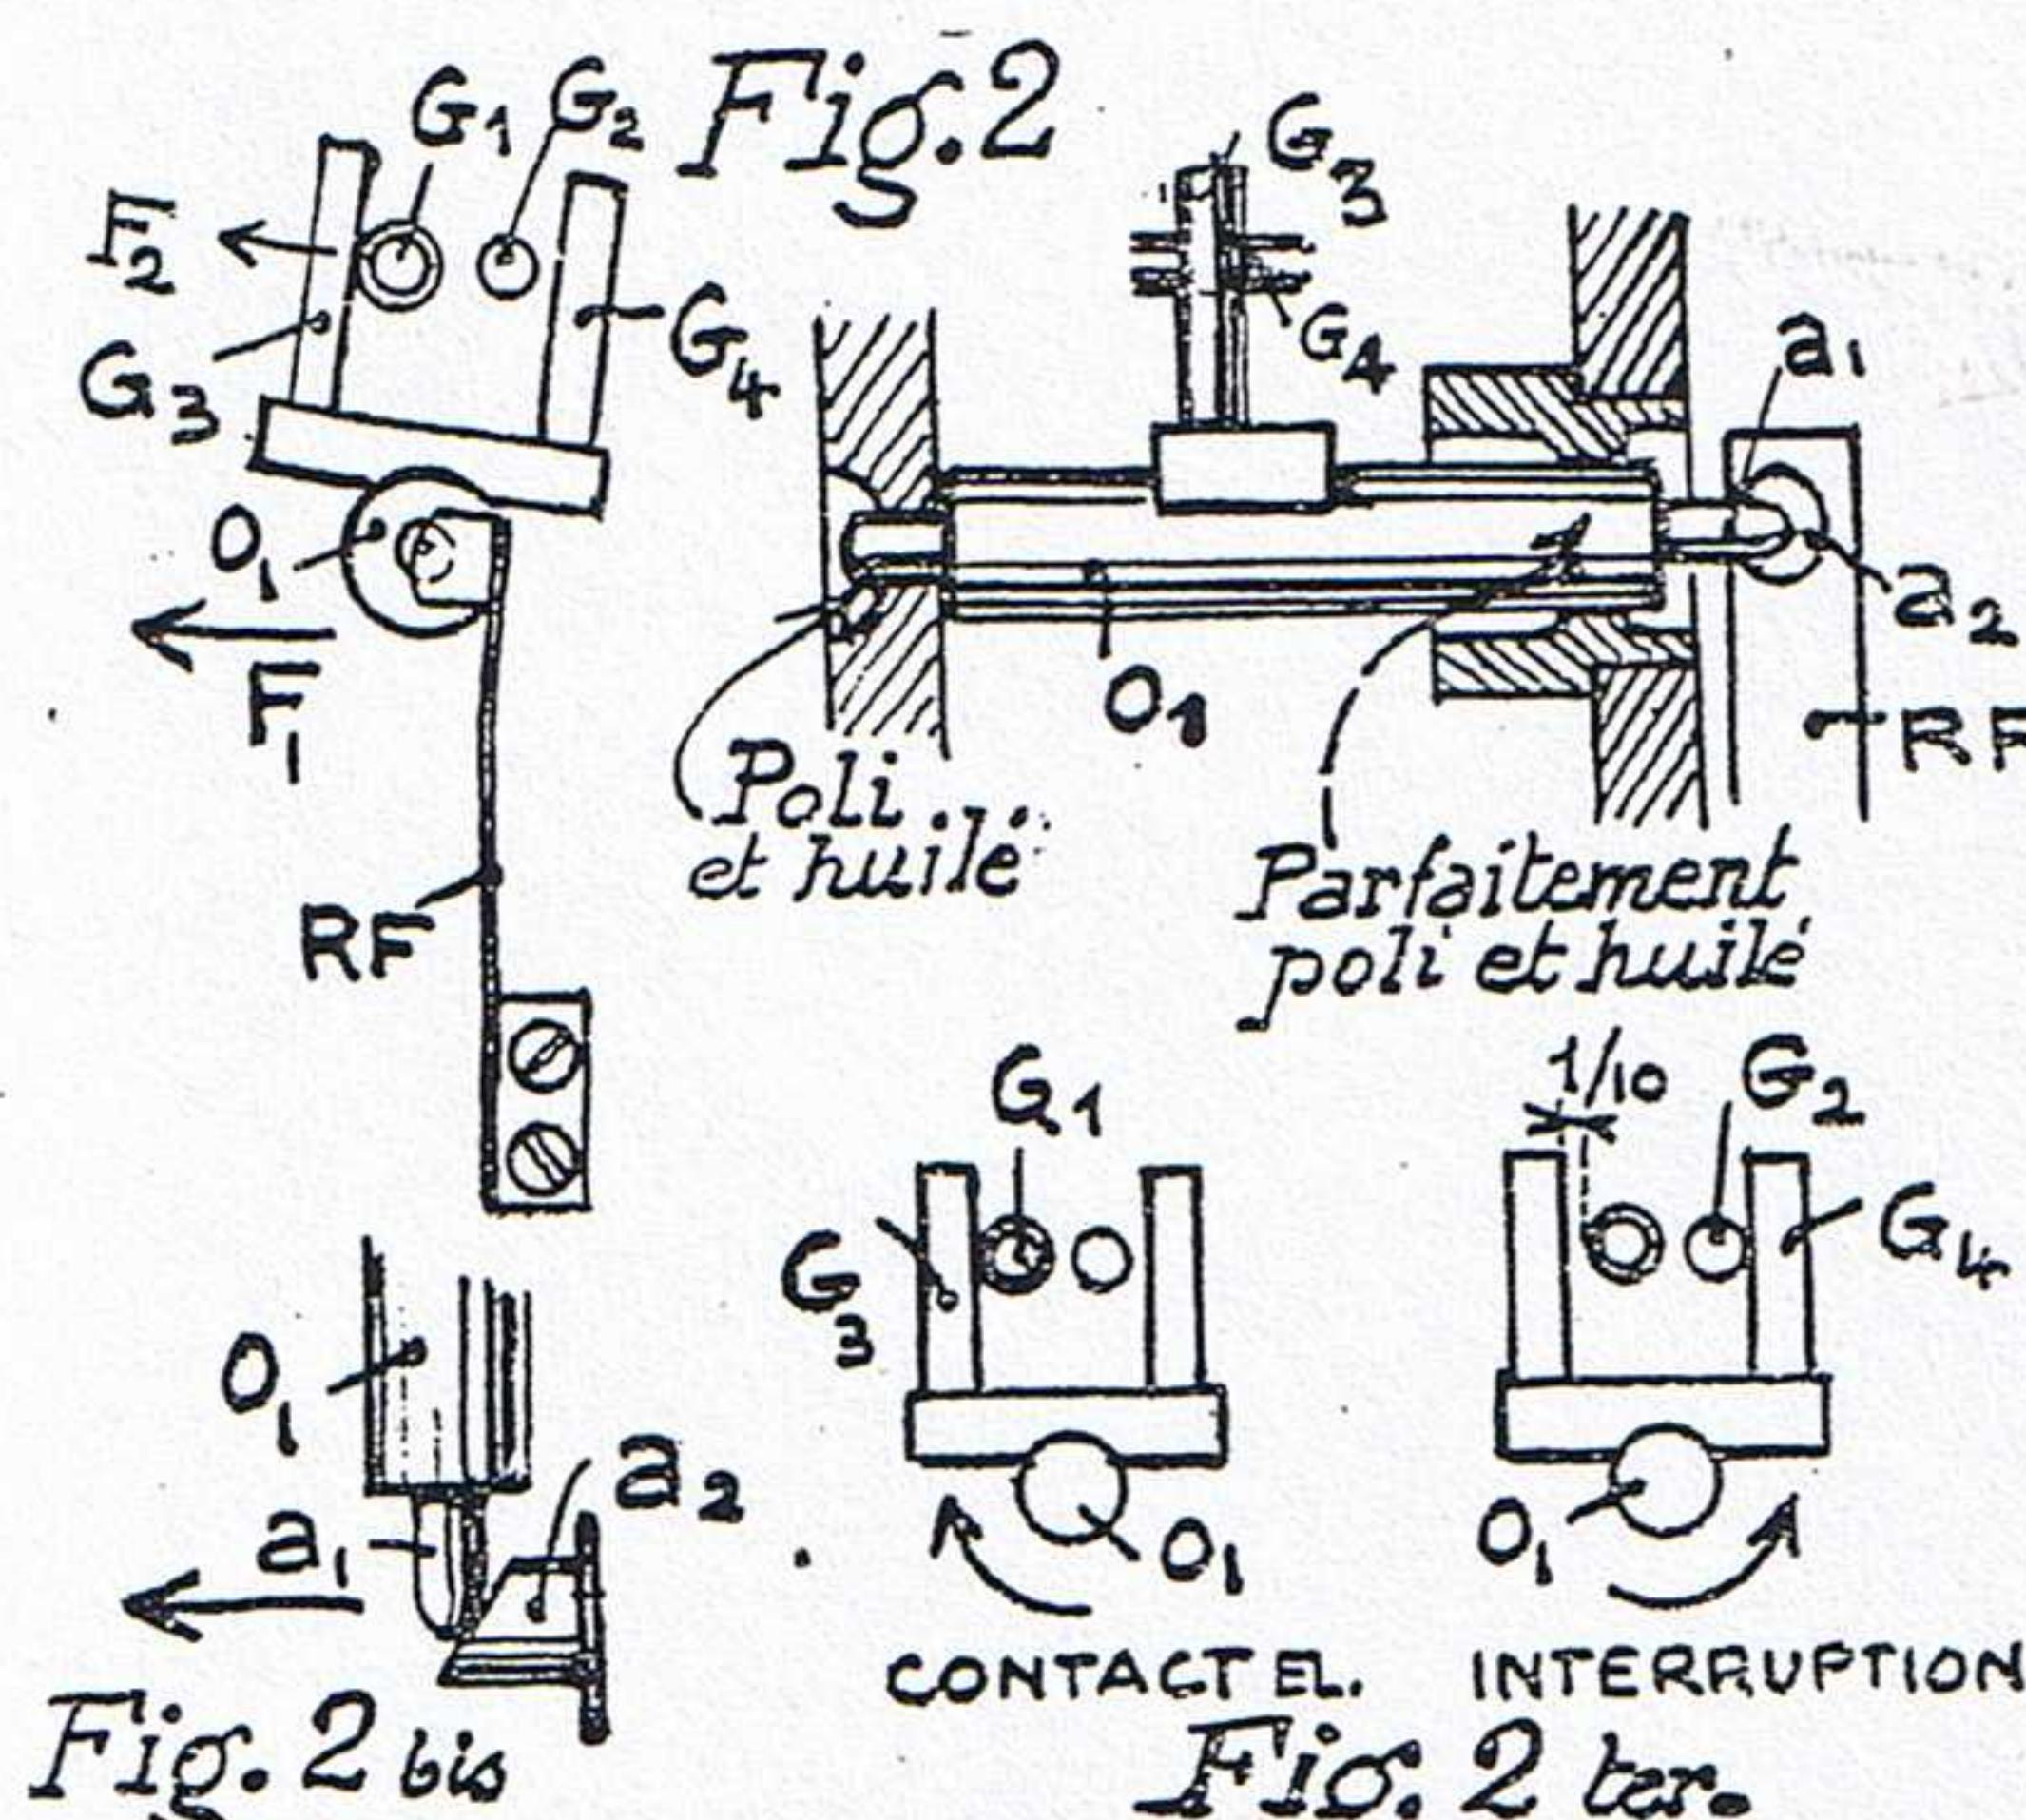

Fig. 2, 2 bis et 2 ter. — Détail de réalisation de l'interrupteur périodique
Cet interrupteur est chargé d'établir le courant dans les courses en sens f et de le couper en sens inverse. Le circuit électrique est représenté sur la fig. 2. Il est constitué par 4 goupilles, dont deux sont fixes (la goupille G₂ en acier et la goupille G₁ platinée), et deux autres (la goupille G₃ en or, et
Il faut qu'il existe une petite pression entre les goupilles G_1 et G_3 , afin que le courant passe bien. Cette pression ne doit pas être trop forte, car il en résulterait une trop grande perte d'énergie qui empêcherait le balancier de prendre une bonne amplitude. La pression de contact de valeur convenable est obtenue au moyen d'un ressort frotteur RF qui appuie sur l'extrémité de l'axe O_1 , de contact, comme l'indiquent les fig. 2 et 2 bis. Ce ressort permet également au courant électrique de passer de la tige du balancier à la goupille G_1 , sans traverser les pivots huilés. Pour cela l'extrémité de l'axe est munie d'un plot en argent, ainsi que l'extrémité du ressort frotteur RF. La disposition adoptée, que montre la fig. 2 bis, a pour but de produire le frottement sur un diamètre très faible, car les surfaces d'argent en contact ne pouvant être huilées, et il est utile de réduire à l'extrême le frottement de glissement. A cet effet, le plot a_2 ,
b) Le ressort frotteur RF (fig. 2 et 2 bis) doit appuyer sur le plan incliné du plot d'argent a_1 de l'axe O_1 avec une pression d'environ 4 grammes, que l'on vérifiera avec un petit dynamomètre (voir plus loin).
c) Il convient de s'assurer de plus, que le petit plot d'argent a_1 du bout de l'axe n'est pas excéntré et que le ressort frotteur appuie sur lui par le plan incliné a_2 , comme l'indique la fig. 2 bis. Il faut aussi que la distance entre les goupilles G_3 et G_4 ne soit que très légèrement supérieure à celle des goupilles fixes (jeu de 1/10 à 2/10 seulement, lorsque le balancier est vertical), comme l'indique la fig. 2 ter. Toutefois, ce jeu doit être suffisant pour éviter tout risque de coïncement.